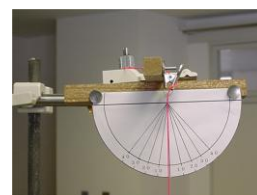

図 I-5】配置
- ① フィルムケースにフェライト磁石を数個入れる。
- ② フィルムケースのキャップにネジをつけ、紐（たこ糸等）を通し固定する。
- ③ 【図 I-5】のように、他端は角度測定用に分度器をコピーした用紙を貼りつけたスタンドに割り箸等で固定する。
- ④ おもりが最下点になるところにリードスイッチを固定する。 図 I-5】配置
- ⑤ おもりがリードスイッチの真上を通過するよう、まっすぐ振動させる。
- ⑥ 磁石入りのおもりがリードスイッチを横切るたびに、START, STOP を繰り返し、測定装置は半周期の時間を加算していく。